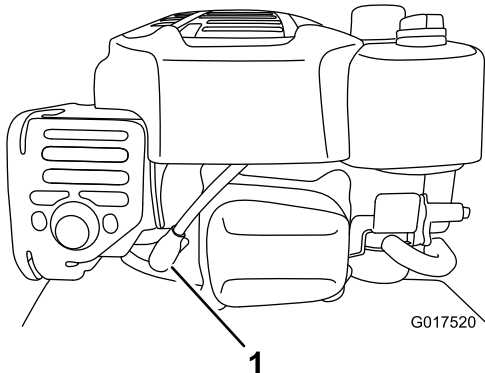

Bild 31
2. Ziehen Sie den Kerzenstecker von der Zündkerze ab (Bild 31).